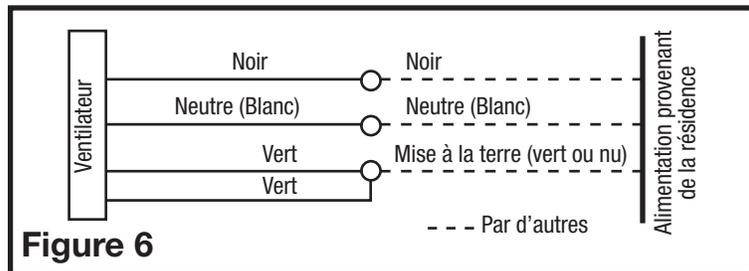

Figure 6
- Retirez les fils noirs, blancs et verts détachés du compartiment des câbles (des fils supplémentaires seront présents). Installez un connecteur électrique approuvé sur le couvercle du compartiment des câbles (non inclus). Faites passer un fil noir (chaud), blanc (neutre) et un fil de terre vert ou nu de l'alimentation à travers le connecteur électrique. Connectez tous les fils de l'alimentation à leurs fils correspondants dans le compartiment des fils (**Figure 6**). Utiliser des méthodes approuvées pour toutes les connexions.